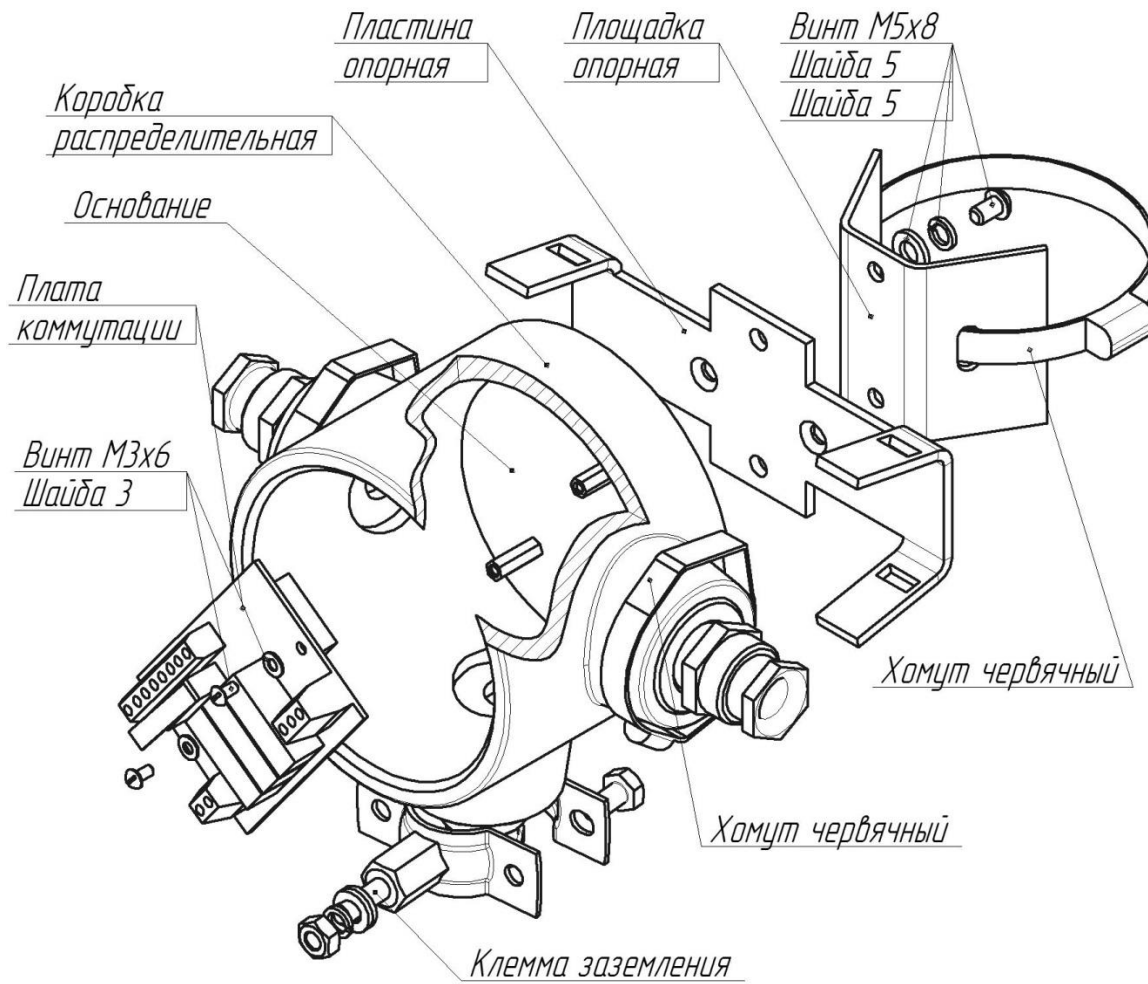

Рисунок 1– Комплект взрывозащиты
3.1 Подготовка комплекта для использования (Рисунок 1)